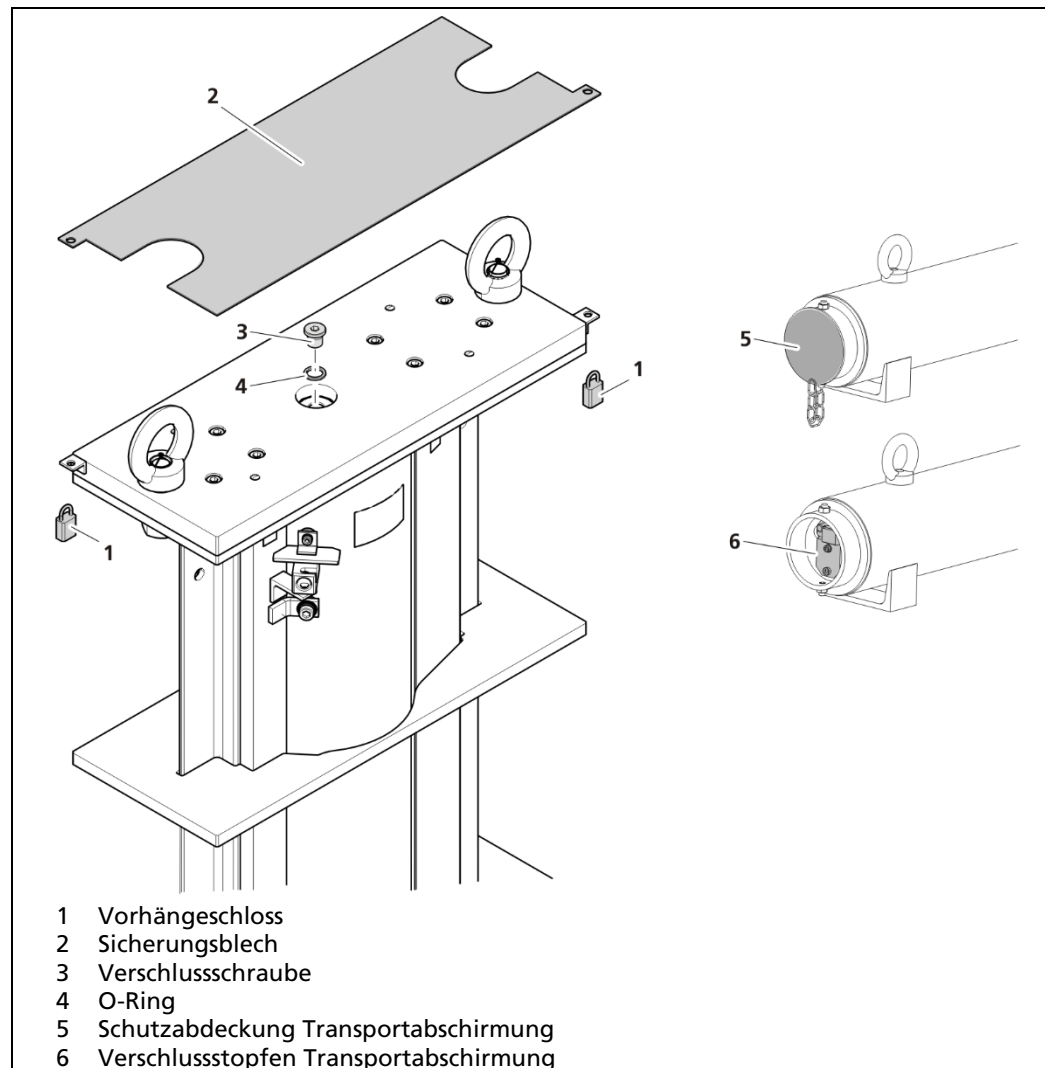

Abb. 14 Einbau vorbereiten
1. Entfernen Sie ggf. die Vorhängeschlösser (Abb. 14, Pos.1) und nehmen Sie das Sicherungsblech (Abb. 14, Pos.2) ab.
2. Lösen Sie die Verschlusschraube (Abb. 14, Pos.3).
3. Entfernen Sie den O-Ring (Abb. 14, Pos.4).
4. Stellen Sie die Transportabschirmung mit dem einzubauenden Strahler bereit und entfernen Sie die Schutzabdeckung (Abb. 14, Pos.5).
5. Lösen Sie den Verschlussstopfen (Abb. 14, Pos.6), um die Transportabschirmung zu öffnen.
9. Bringen Sie das Sicherungsblech (Abb. 14, Pos.5) wieder an. Sichern Sie das Sicherungsblech mittels Sicherungsbolzen (Abb. 14, Pos.4) und Vorhängeschloss (Abb. 14, Pos.3).